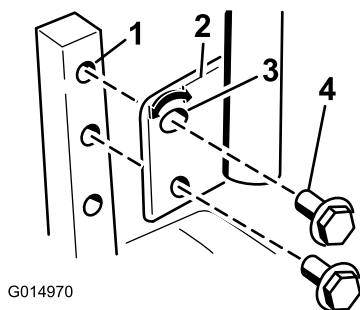

Figure 23
1. Retirez les 2 boulons qui fixent le levier de commande à l'arbre du bras de commande (Figure 23).
3. Fixez le levier avec les 2 boulons (Figure 23).
- Desserrez le boulon inférieur jusqu'à ce qu'il soit possible de faire pivoter le levier de commande en avant ou en arrière (Figure 23).